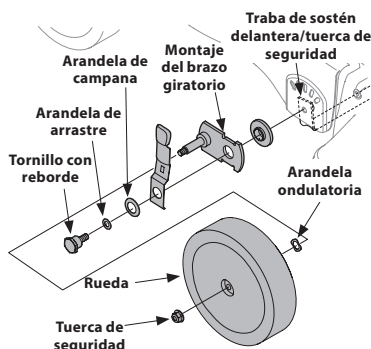

Figura 22
- Saque las tuercas de seguridad de brida, las ruedas delanteras y las arandelas ondulatorias que van unidas a los montajes del brazo giratorio. Vea la Figura 22.